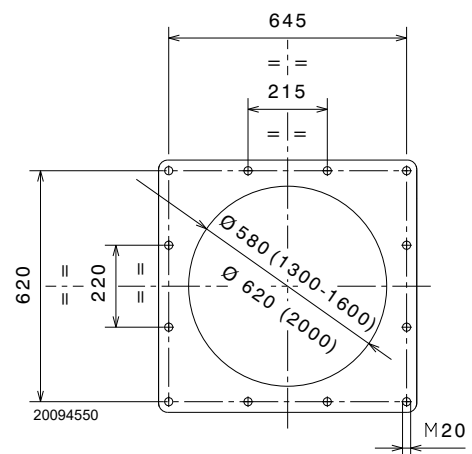

Abb. 13
Die Verschlussplatte der Brennkammer, wie in Abb. 13 durchbohren.
- Passen Sie den gesamten Brenner an der vorher vorbereiteten Kesselbohrung ein wie aus Abb. 13 ersichtlich und ziehen Sie die beige packten Schrauben (mit einem Anzugsmoment von 250 ÷ 300 Nm) fest.